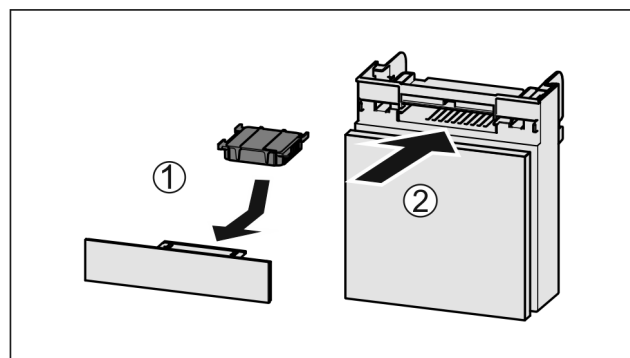

Fig. 63
- ▶ Inserire il vano Fig. 63 (2).